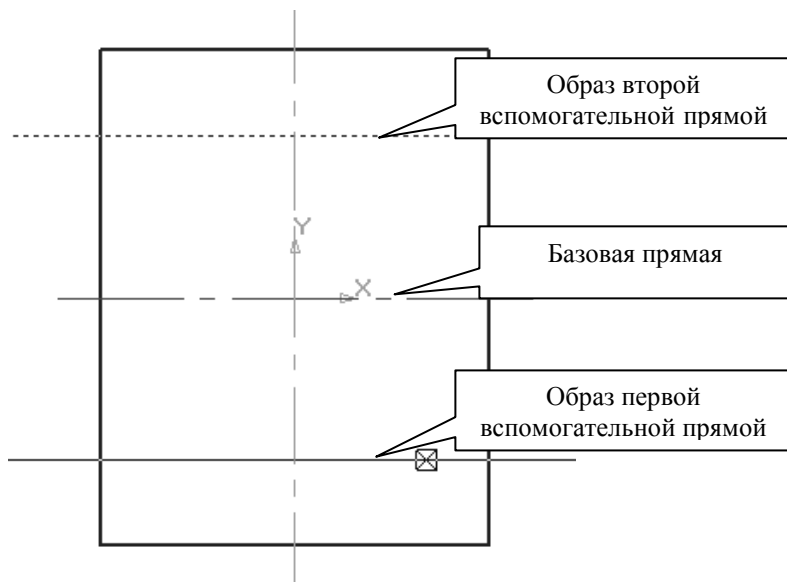

Рис. 7
3) Активизируйте поле «**Расстояние до прямой**» на «**Панели свойств**», введите значение 15 и зафиксируйте его нажатием <Enter> - на чертеже появятся образы двух вспомогательных прямых (рис. 7).
5) Ввести прямую можно также щелчком мыши непосредственно на конверте, находящемся на образе вспомогательной прямой (рис. 7).